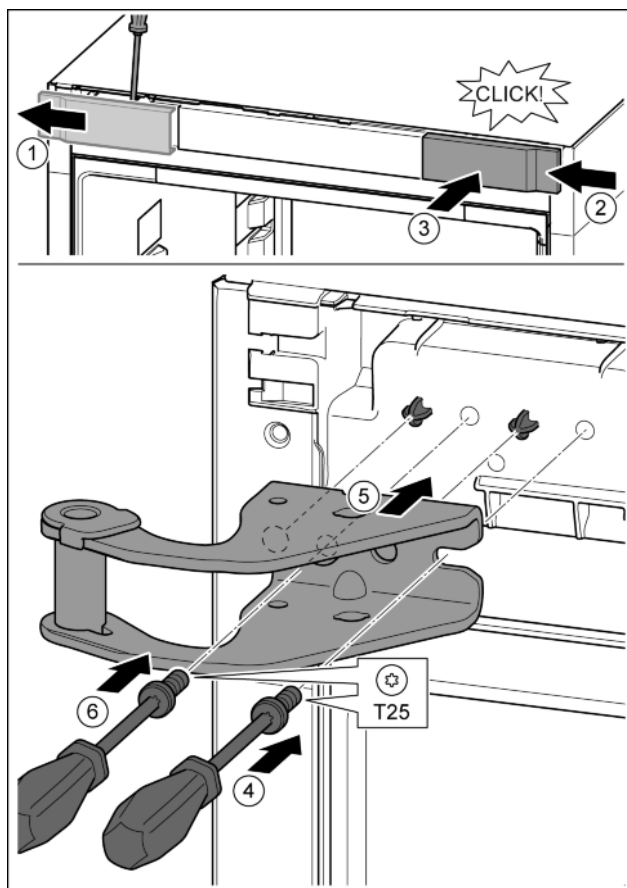

Fig. 15
- ▶ Крышку отсоединить с помощью отвертки и убрать в сторону. Fig. 15 (1)
- ▶ Навесить крышку, повернув ее на 180°, справа с другой стороны. Fig. 15 (2)
- ▶ Крышку зафиксировать. Fig. 15 (3)
- ▶ Установить винт отверткой T25. Fig. 15 (4)
- ▶ Установить верхний опорный кронштейн. Fig. 15 (5)
- ▶ Затянуть винт. Fig. 15 (4)
- ▶ Вставить и затянуть винт отверткой T25. Fig. 15 (6)